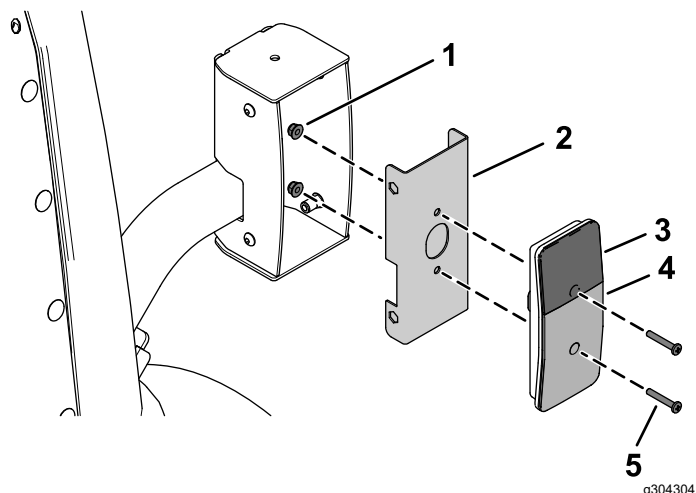
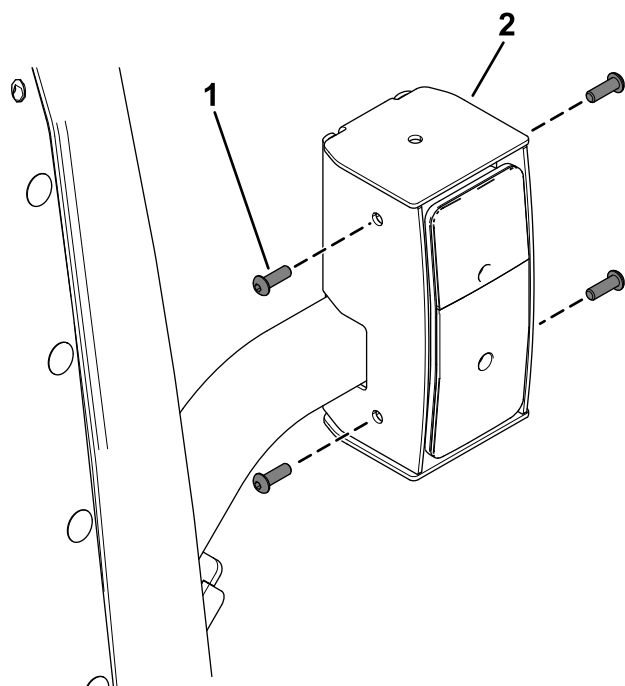

Figura 36
Figura 37
5. Fixai farurile spate la ansamblurile de montare interioară folosind 4 uruburi cu cap ciocan (#10 x 1¼") i 4 piulie cu guler (#10) aa cum se arată în Figura 36.
8. Fixai luminile din spate asamblate la carcasele de lumină spate folosind 8 uruburi cu cap semirotund (¼ x ¾") aa cum se arată în Figura 37.
Asigurați-vă că instalați luminile din spate cu lentila galbenă în partea de sus (Figura 36 i Figura 37).